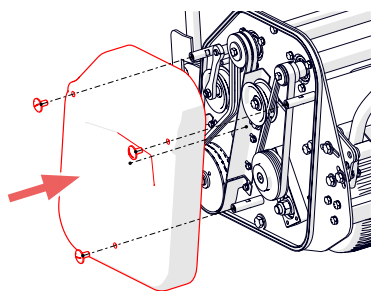

Fig.16L - Remettez en place et fixez le capot.
- v. Vérification : remettez le carter de courroie en place et fixez-le à l'aide des vis extérieures (fig. 16L). Désengagez le levier de coupe.